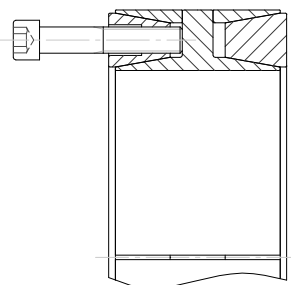

Fig. 2
2. Allentare tutte le viti e trasferirne il numero necessario nei fori di estrazione dell'anello frontale [2] (fig. 2).